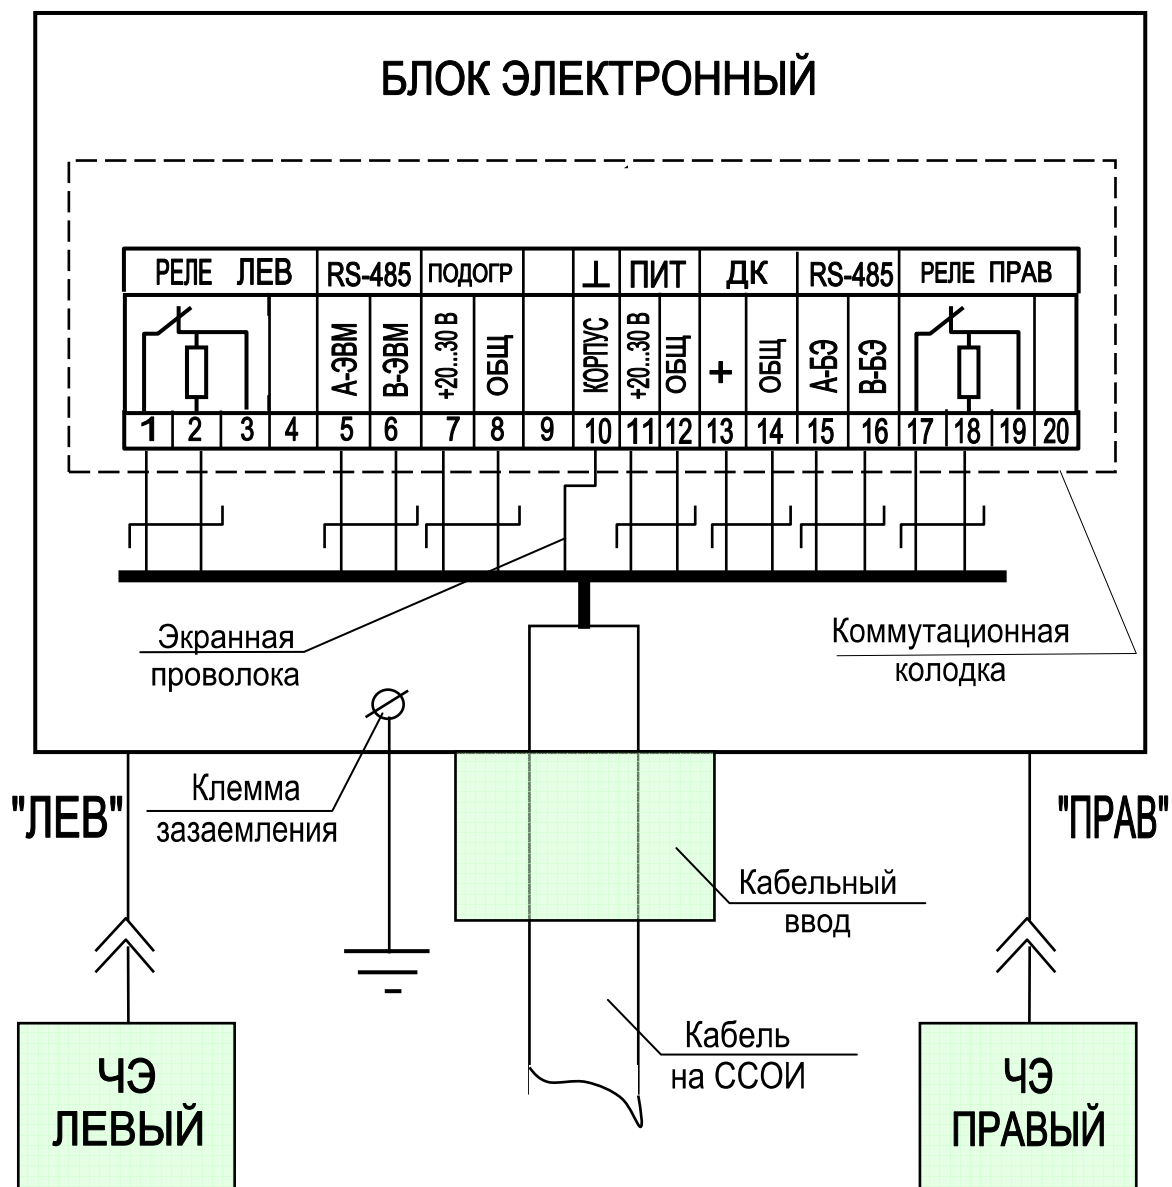

Рисунок 2.6 – Схема подключения изделия
- зачистить концы линии связи на длине от 5 до 7 мм и подсоединить их к клеммам колодки поз. 3 в соответствии со схемой подключения (рисунок 2.6). Внешний вид колодки показан на рисунке 2.7. Для подключения проводника линии связи к клемме колодки необходимо отверткой нажать на рычаг колодки, завести проводник под пружинный контакт и отпустить рычаг;